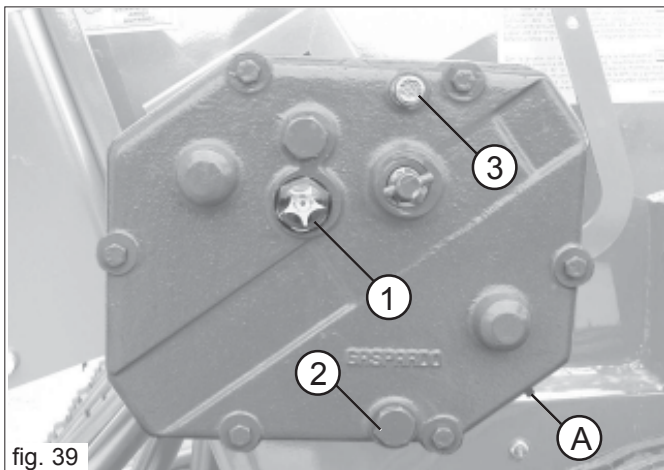

fig. 39
- Den Ölstand im Getriebegehäuse überprüfen und gegebenenfalls bis zum Stand auffüllen (1 Abb. 39). Es wird empfohlen, den gleichen Öltyp (SAE 80W/90) zum Auffüllen zu verwenden.
- Ölablaufstutzen, 2 Abb. 39;
- Öleinfüllstutzen, 3 Abb. 39.